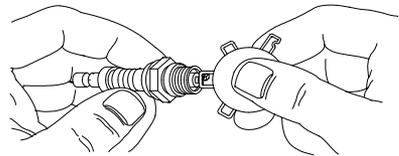

**Figura 4-4. Conjunto del filtro de aire**
1. Desenrosque el tornillo (A) y retire la cubierta del filtro de aire. Consulte la Figura 4-4.
2. Limpie el filtro (B) con una mezcla de agua y jabón. Escúrralo y limpie hasta que quede seco (**NO LO RETUERZA**) con un paño limpio.